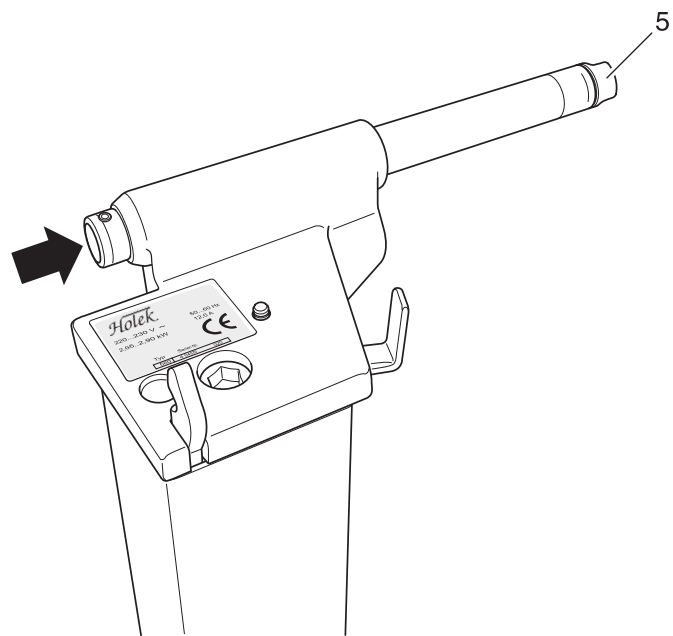

Fig. 18a
- Den Drehstab 5 von der Stiftseite aus nach vorne heraus klopfen (Fig. 18a).